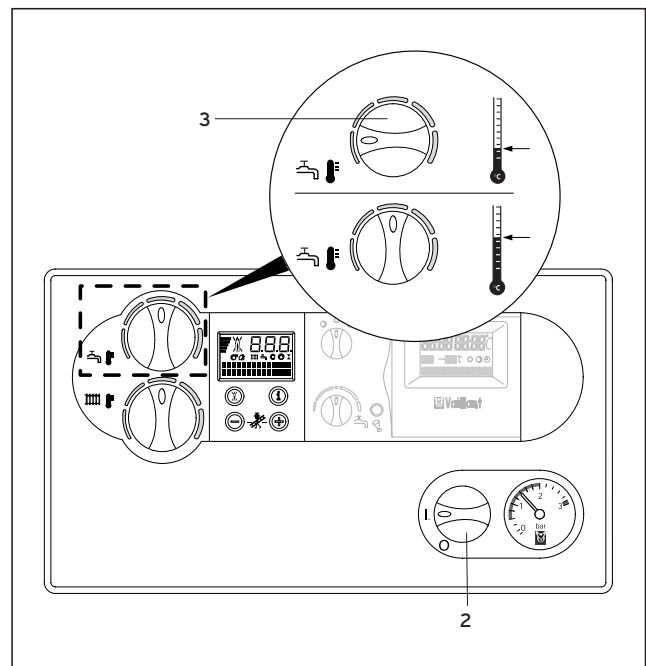

Abb. 3.11 Warmwasserbereitung mit VC-Geräten
3.4.1 Warmwasserbereitung (Abb. 3.11)